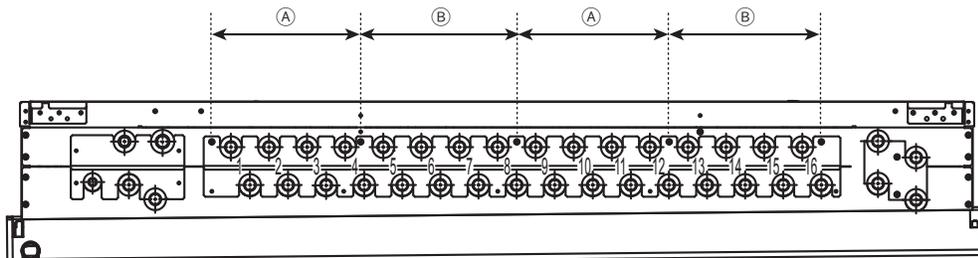

Abb. 9-4-2
- Beim Anschluss von Rohrverbindungssätzen an HBC-Anschlüsse können die verzweigten Seiten der Rohrverbindungssätze nicht an Kombinationen der Anschlüsse „4 und 5“, „8 und 9“ oder „12 und 13“ angeschlossen werden. (Siehe Abb. 9-4-2.)
- Die HBC-Steuerung besitzt zwei Pumpen. Jede Pumpe eignet sich für eine Leistung der Innengeräte von W(P)175. Stellen Sie sicher, dass die Gesamtleistung der an „Anschlüsse 1 bis 4 und 9 bis 12“ oder „5 bis 8 und 13 bis 16“ angeschlossenen Innengeräte W(P)175 nicht überschreitet. (Siehe Abb. 9-4-2.)
(1) Kältemittelleitung zwischen Außengerät und HBC-Steuerung (A, A₁, A₂, und A₃)
- Beim Anschluss von Rohrverbindingssätzen an HBC-Anschlüsse können die verzweigten Seiten der Rohrverbindingssätze nicht an Kombinationen der Anschlüsse „4 und 5“, „8 und 9“ oder „12 und 13“ angeschlossen werden. (Siehe Abb. 9-4-2.)